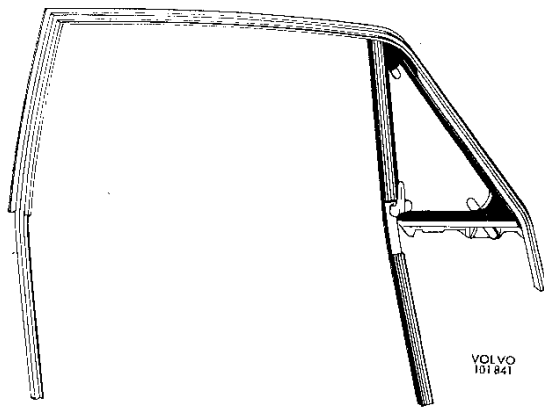

Fig. 8-12. Portierraam
3. Nadat de rubber strip om het ventilatieraam rondom is losgemaakt van de groef kan de ruit met de rubber strip weggenomen worden, zie Fig. 8-12.